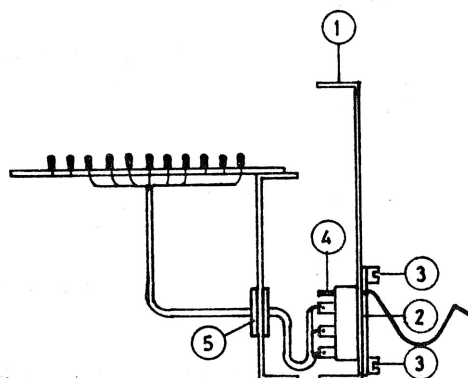

Fig. 6.6
6.6 - LIAISON DE TÉLÉCOMMANDE (fig. 6.6)
6.6 - REMOTE CONTROL CONNECTION (fig. 6.6)
6.6 - CONEXION DE MANDO A DISTANCIA (fig. 6.6)